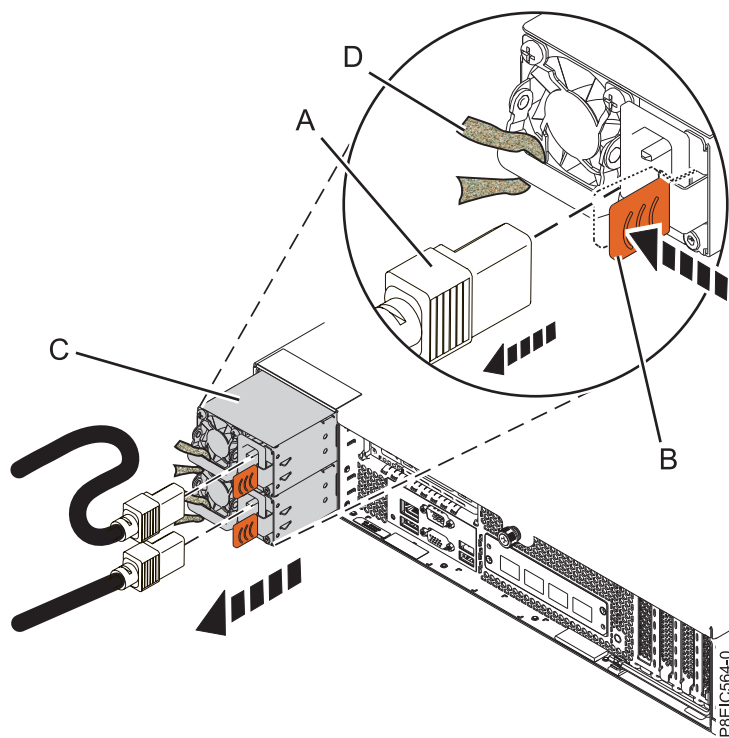
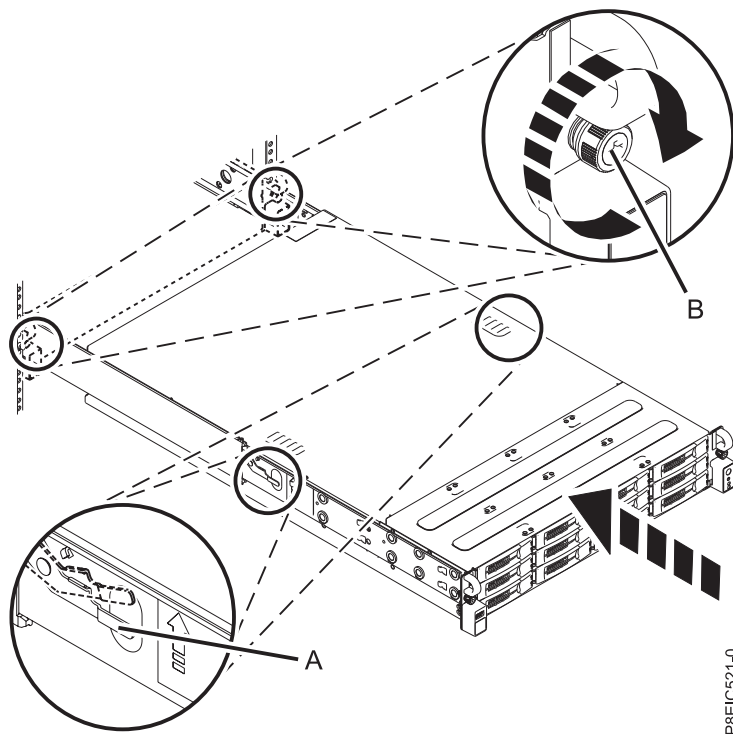

図 116. システムからの電源コードの取り外し
図 119. システムの操作位置への設置
4. 電源コードにラベルを付けて、システム装置から切り離します。図 119 ページの図 116 を参照してください。
5. レール安全ラッチ (A) を上方に持ち上げて解放し (図 119 を参照)、システムをラックに完全に押し込みます。